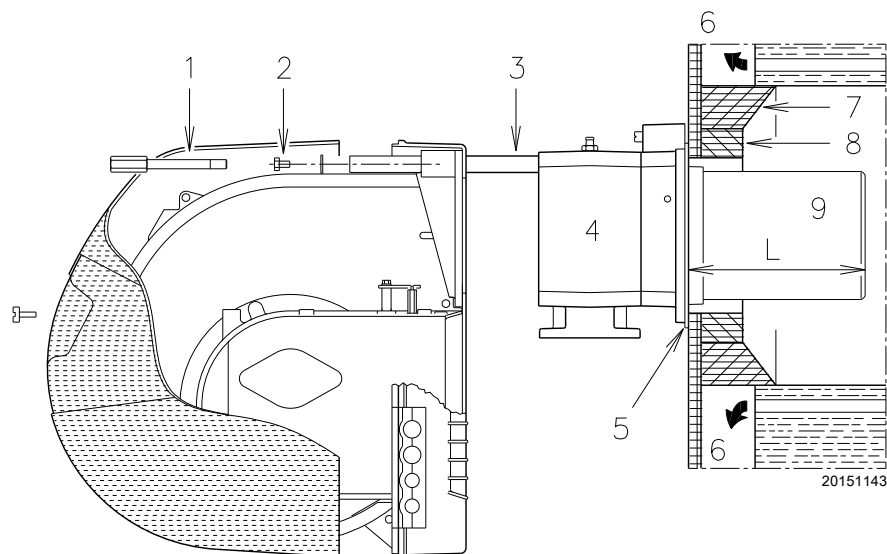

图 14
燃烧筒的长度 12) (图 14) 必须符合锅炉制造商的要求, 并且在任何情况下都应长于锅炉炉门安装炉补后的厚度。
对于带前烟道 15)(图 14) 或回焰式炉膛的锅炉, 必须在锅炉炉补 14) 和烟道 12) 间插入炉补材料 13) 进行保护。
完成此操作（如需要）后，安装管路接口 4) (图 7) 到锅炉钢板，并在二者之间插入随附的隔热垫 5) (图 14)。
将燃烧头与燃烧器的其余部分分开，如图 14 所示。
- 连接探针和电极电缆，然后将燃烧器推至管路接口处（图 14）；